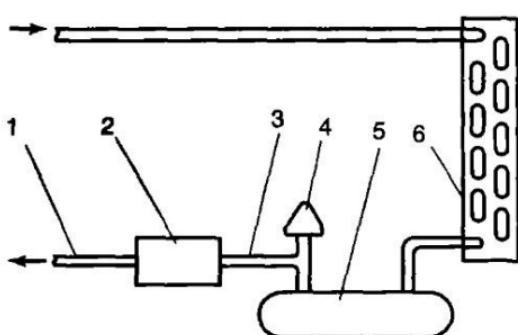

Рис. 60. Проверка закупоренного осушителя:
17.3. При монтаже все агрегаты оснащают осушителями для исключения возможности попадания влаги и посторонних частиц во внутренние полости агрегата. При закупорке осушителя уменьшается или полностью прекращается циркуляция хладагента в системе. В этом случае в линии до осушителя и после него создается разность температур (рис. 60). Закупоренный осушитель заменяют. Перед осуществлением демонтажа осушителя выпускают хладагент из соответствующего трубопровода, чтобы избежать травмирования обслуживающего персонала. Осушитель нельзя удалять из системы на длительный срок.